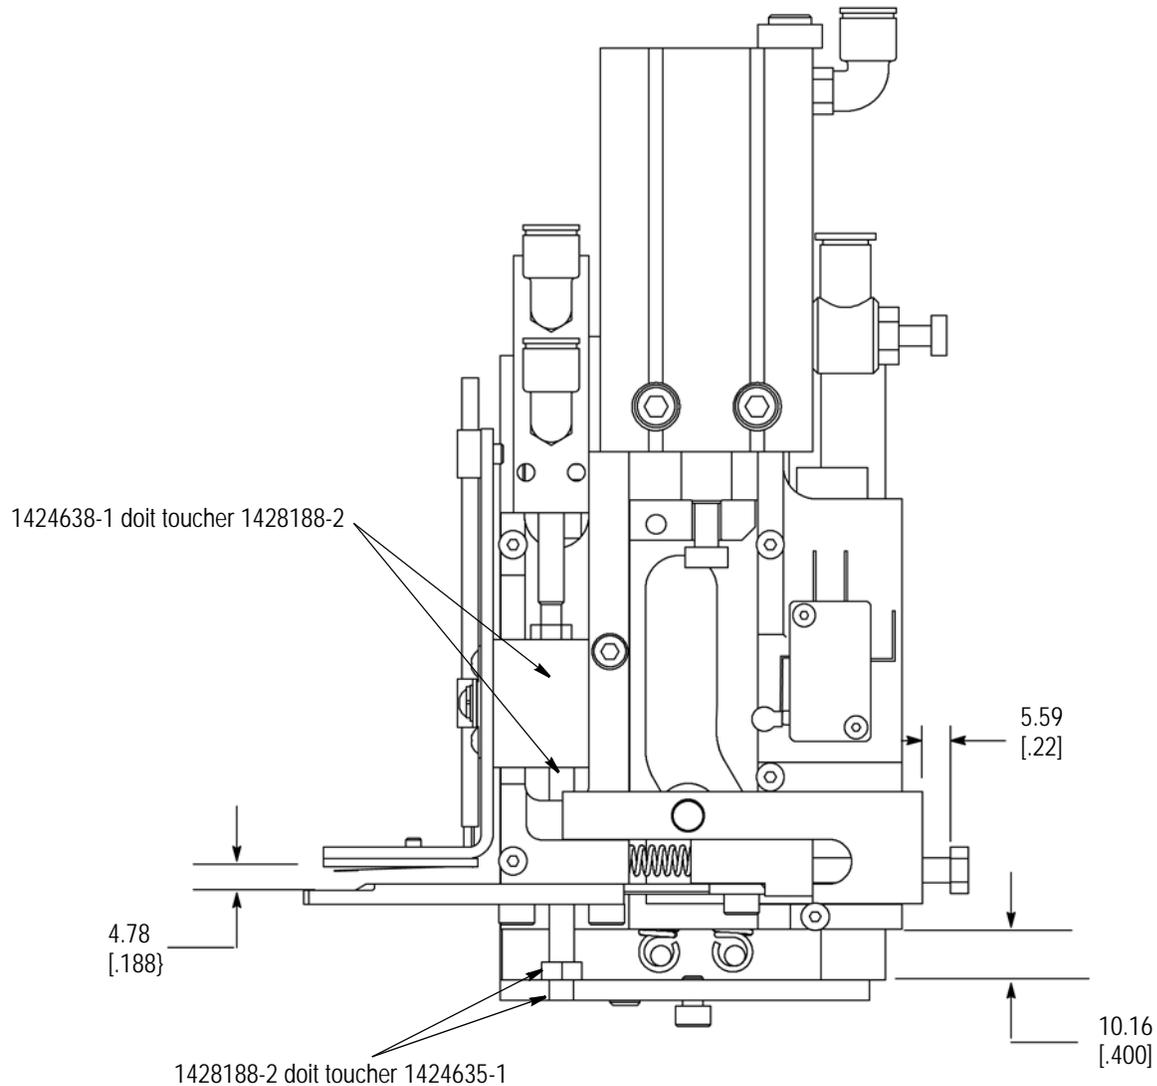

Figure 18
5. Tourner la vis de réglage de la longueur de dénudage (Figure 14) dans le sens horaire jusqu'à ce que le bloc principal soit à 10,16 [0,400] de la plaque de butée de la came de dénudage. Voir Figure 18.